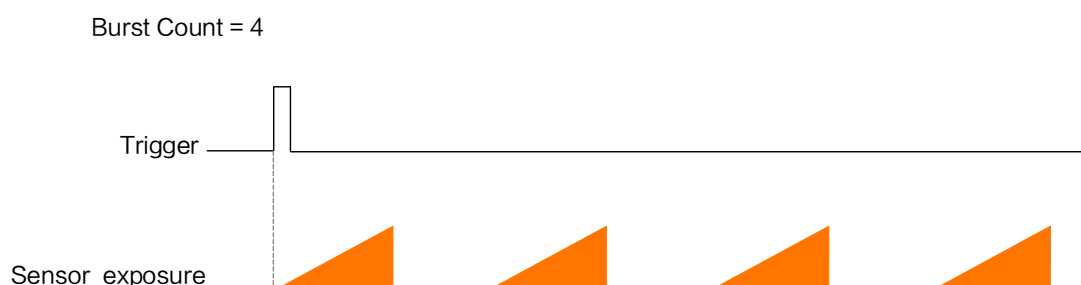

图6-13 触发出图数时序
当设置为 1 时，此为单帧触发模式。当设置数量高于 1 时，此为多帧触发模式。假设**采集突发帧数**参数值为 n ，输入 1 个触发信号，设备曝光并输出 n 帧图像后停止采集，如图 6-13 所示。
- 图 6-13 使用上升沿进行触发。